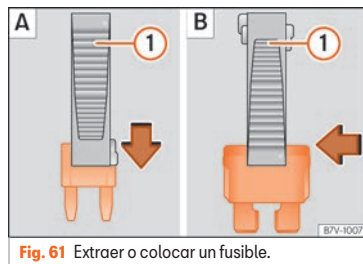

**Fig. 61** Extraer o colocar un fusible.
- *Fusibles pequeños*: encaje la pinza desde arriba » **fig. 61** [A].
- *Fusibles mayores*: desplace la pinza lateralmente sobre el fusible » **fig. 61** [B].